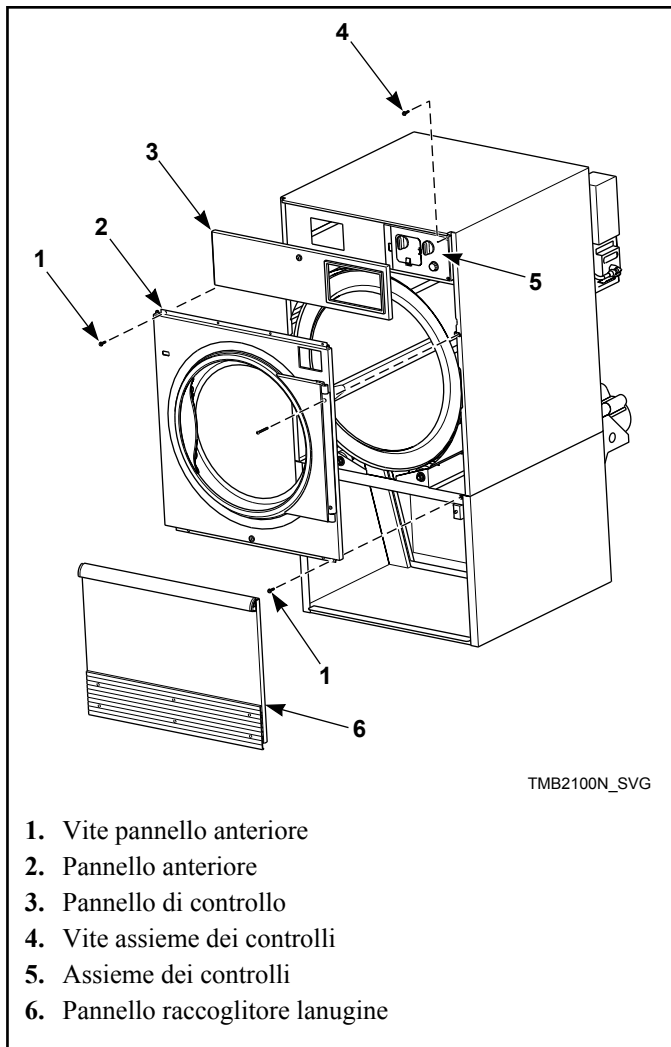
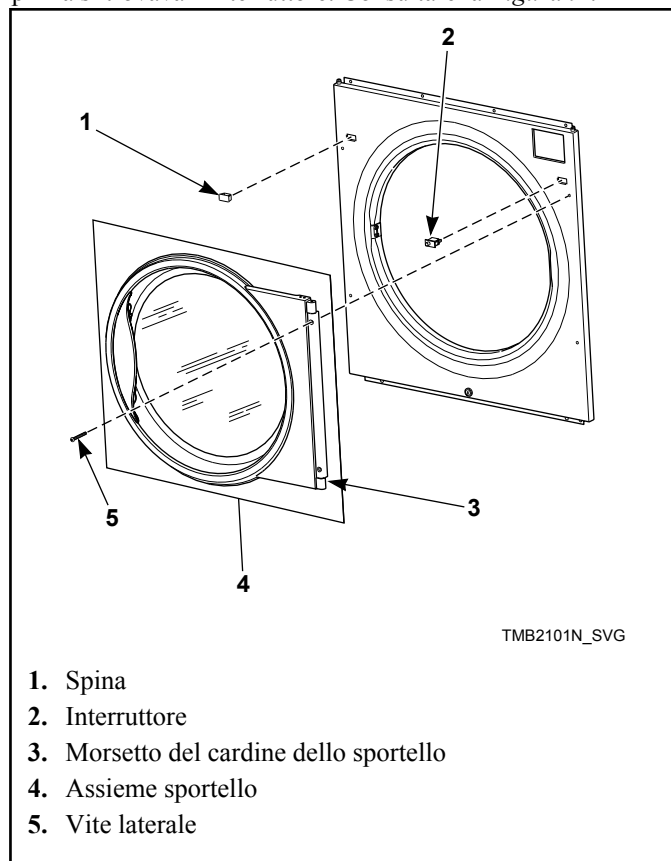

Figura 8
Figura 9
stro. Aprire il pannello dei controlli per accedere all'assieme del morsetto guida destro della flangia superiore. Consultare la *Figura 8*.
4. Rimuovere le quattro viti del pannello anteriore. Consultare la *Figura 8*. Mantenere in posizione le camme del cardine dello sportello sul morsetto dello stesso cardine. Tirare via l'assieme del morsetto e dello sportello come se fosse un pezzo unico. Consultare la *Figura 9*.
5. Rimuovere le rimanenti viti del pannello anteriore. Consultare la *Figura 8*. Staccare il cablaggio dall'interruttore dello sportello. Tirare via il pannello anteriore. Consultare la *Figura 9*.
china. Installare nuovamente la spina nella posizione dove prima si trovava l'interruttore. Consultare la *Figura 9*.